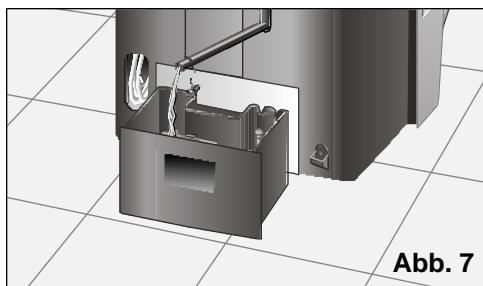

Abb. 7
- ❑ Falls das Gerät zum leichteren Transport geneigt werden muss, muss zuvor das Kondenswasser aus dem Innenbehälter abgelassen werden. Hierzu den Ablassschlauch aus der Halterung lösen und Verschlussstopfen (**Abb. 7**) herausnehmen, damit das erzeugte Wasser ablaufen kann. Vergessen Sie nicht, nach dem Entleeren des Kondenswasserbehälters den Stopfen wieder auf den Schlauch aufzusetzen und den Schlauch einzuhängen.